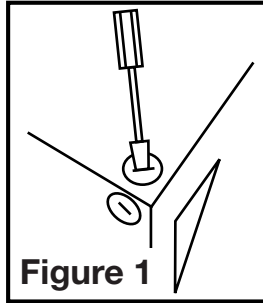

Figure 1
- Choisir un emplacement pour votre ventilateur. Pour garantir la meilleure qualité d'air et performance acoustique, il est recommandé que la longueur de la canalisation et le nombre de coudes soient réduits au minimum, que le rayon de chaque coude soit aussi grand que possible pour l'installation, et que des conduits rigides isolés soient utilisés. Ce ventilateur nécessitera au moins 20,3cm (8po) de dégagement dans le plafond ou le mur, et s'installe au travers de cloison sèche d'une épaisseur de jusqu'à 1,9cm (3/4po). Le ventilateur s'installe entre 40,6cm ou 61cm (16po ou 24po) au centre des solives à l'aide des quatre (4) traverses de montage incluses.
- Sélectionnez le knock-out électrique le plus pratique et retirez à l'aide d'un tournevis à lame droite et installez un connecteur électrique approuvé (Figure 1).